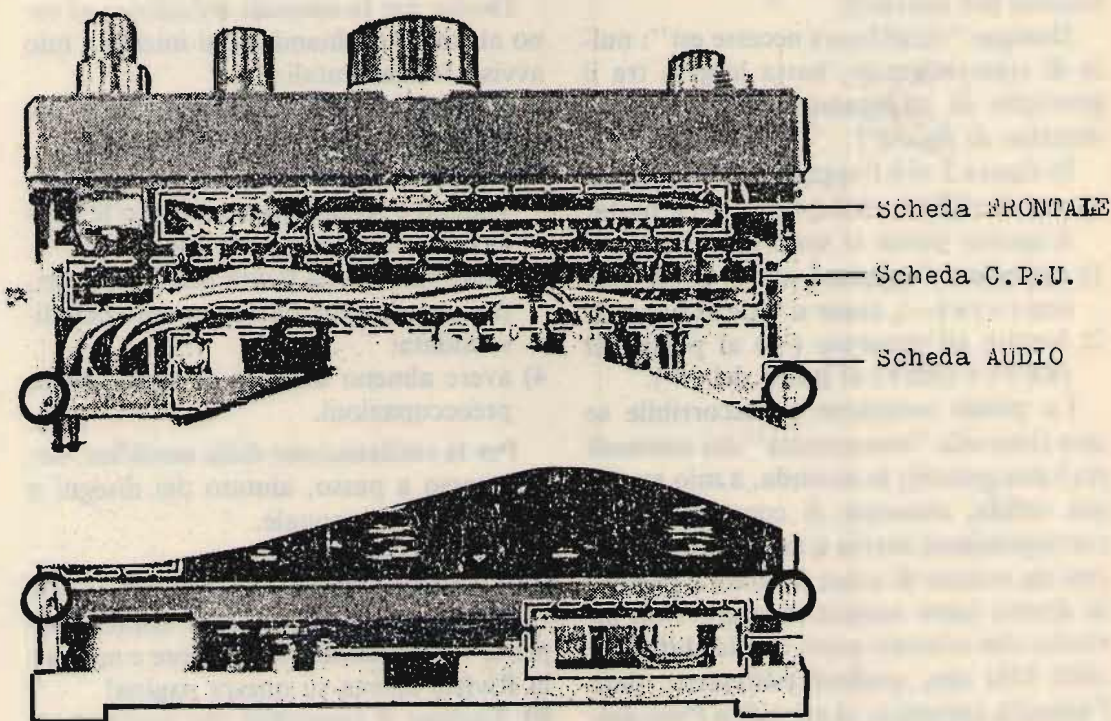

figura 3
D) Svitare le quattro viti che tengono il vano porta-pile e rimuoverlo dalla sua sede (figura 3).
G) Estrarre la scheda AUDIO (figura 3), dalla sua sede (dissaldando eventualmente il filo nero di collegamento con la piastra madre), allontanandola il più possibile.
I) Togliere la lamina isolante e posizionare l'apparato di costa: da una parte con un cacciavite fine si fa leva sullo spinotto a pettine J 4001 (figura 4) che collega la scheda in questione con la scheda frontale (figura 3).